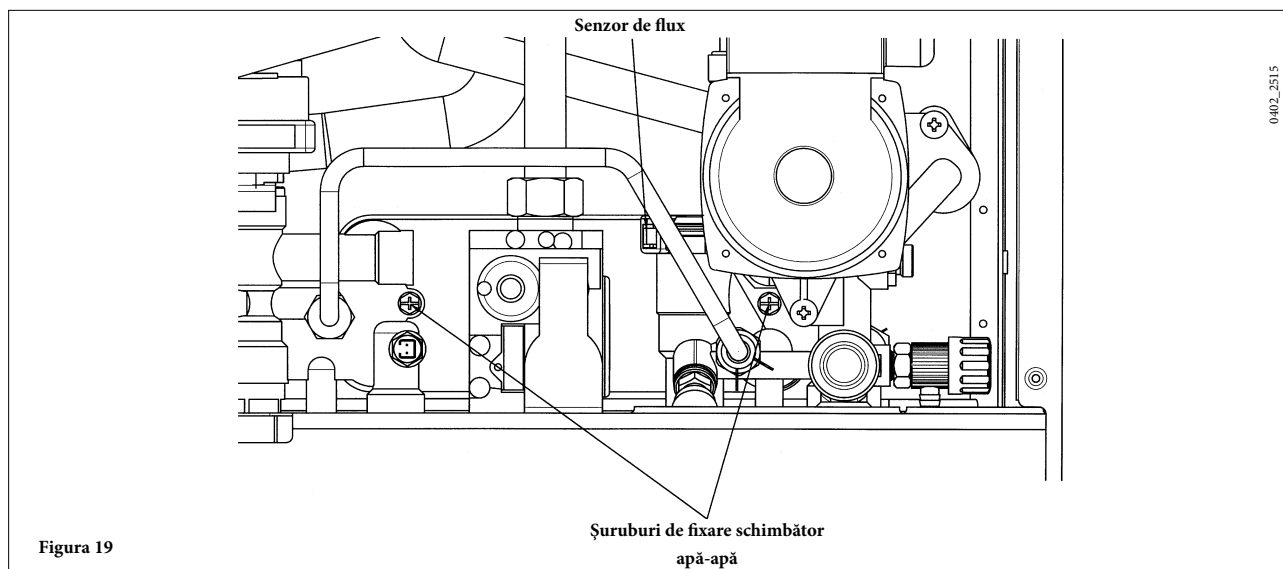

Figura 19
- scoateți cele două șuruburi, vizibile frontal, de fixare a schimbătorului apă-apă și eliberați-l din locașul său (figura 19).
- Desfaceți piulița prezentă pe grupul senzor de flux (figura 19).